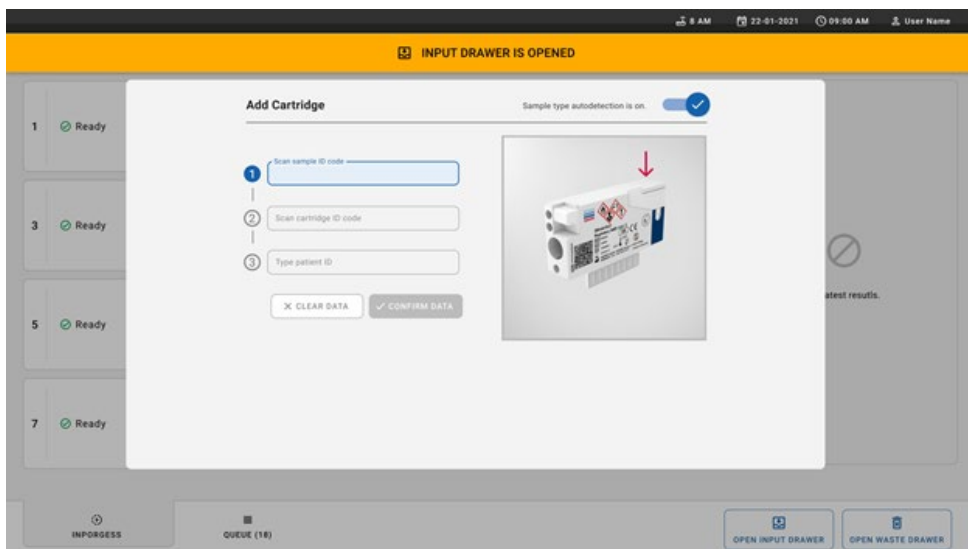

Figura 23. Ecranul Scan sample ID (Scanare ID probă).
7. Apare caseta de dialog **Add Cartridge** (Adăugare cartuș) și va fi activat scannerul din față instrumentului. Scanați codul de bare cu ID-ul probei de deasupra QIAstat-Dx Respiratory SARS-CoV-2 Panel Cartridge în fața instrumentului (poziția indicată de săgeată (Figura 23)).